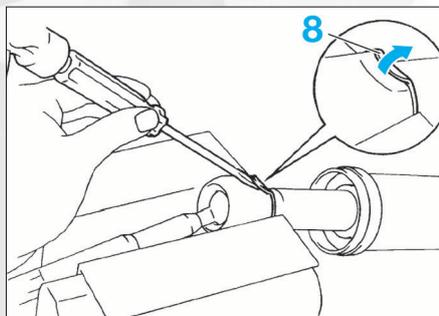

FIG. 13
• Retirer les colliers de maintien (6) du soufflet (7) et déposer celui-ci en veillant à ne pas l'endommager.
• À l'aide d'un tournevis et d'un marteau, desserrer la rondelle (8) (fig. 13).